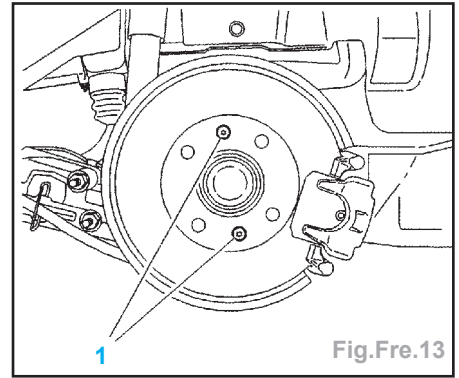

Fig.Fre.13
- la ou les vis (1) de fixation du disque (Fig.Fre.13).